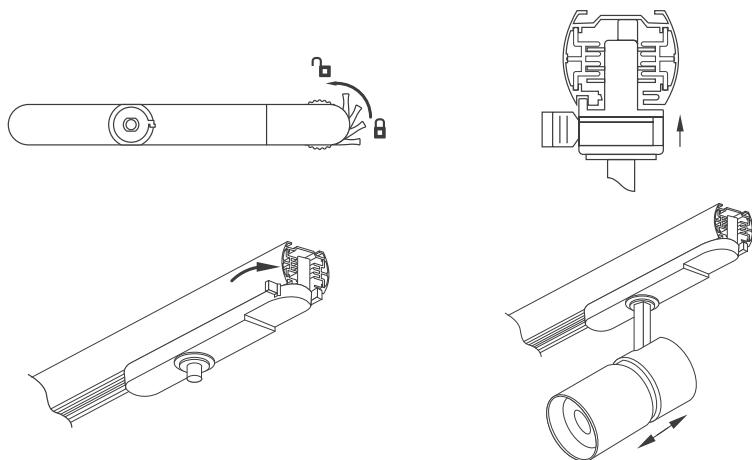

Рис. 2. Установка светильника в трек
- 3.9. Отрегулируйте необходимый угол излучения, переместив нижнюю часть светового модуля вниз/вверх, как показано на рис. 2.